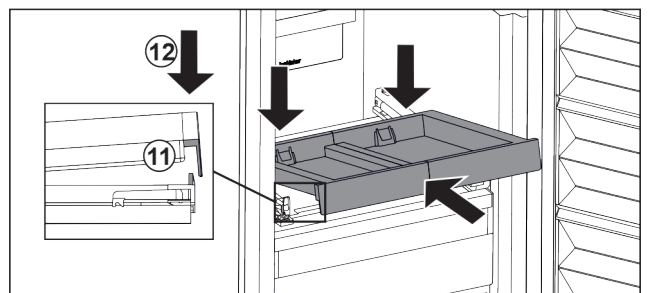

Fig. 45
- ▶ Schuin erin schuiven. Zorg ervoor dat de aanslag aan beide zijden achter de lip is. Fig. 45 (11)
- ▶ Uitschuifpateau aan voorzijde neerzetten. Fig. 45 (12)